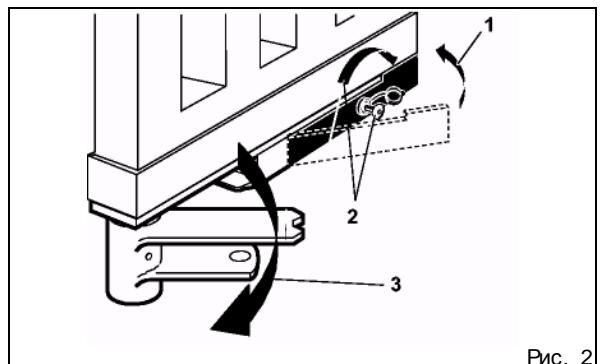

Рис. 2
- Повернуть отпирающий рычаг в нормальное положение (рис. 2, поз. 1).
- Вставить в замок ключ и повернуть его в направлении от стойки ворот до упора (рис. 2, поз. 2).
- Вручную повернуть створку таким образом, совместив запирающий механизм с пазом запорной скобы (рис. 2, поз. 3).